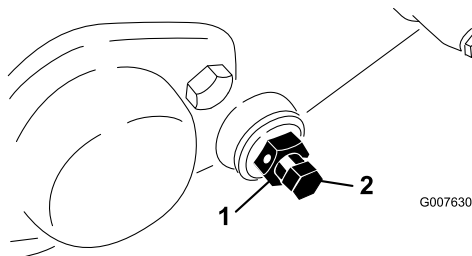

Figure 49
3. De chaque côté de la machine, desserrez l'écrou de blocage qui maintient le boulon de la barre d'appui (Figure 49).
4. Retirez les boulons de la barre d'appui de façon à pouvoir abaisser la barre et la déposer de la machine. Mettez de côté les 2 rondelles en nylon et les 2 rondelles en acier estampé de chaque côté de la barre d'appui (Figure 49).